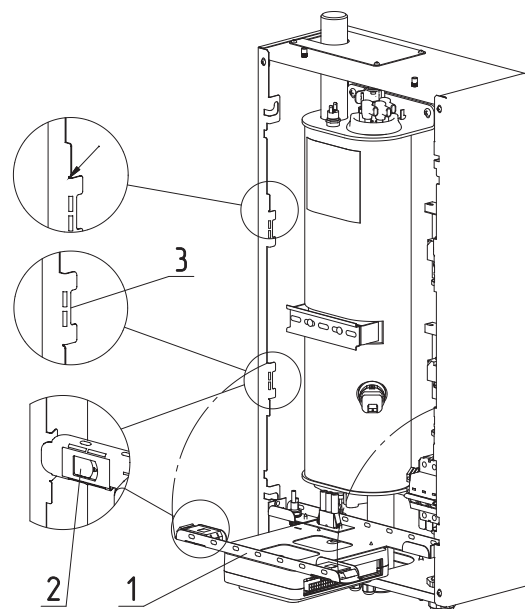

Рис.15 Откидывание кронштейна
- откинуть кронштейн для крепления пульта управления (Рис.15, поз.1);
- отжать замки-защелки (Рис.15, поз.2) с двух сторон;
- имеется возможность сменить положение кронштейна, достав его из пазов и закрепив в соответствующие пазы выше (Рис.15, поз.3).